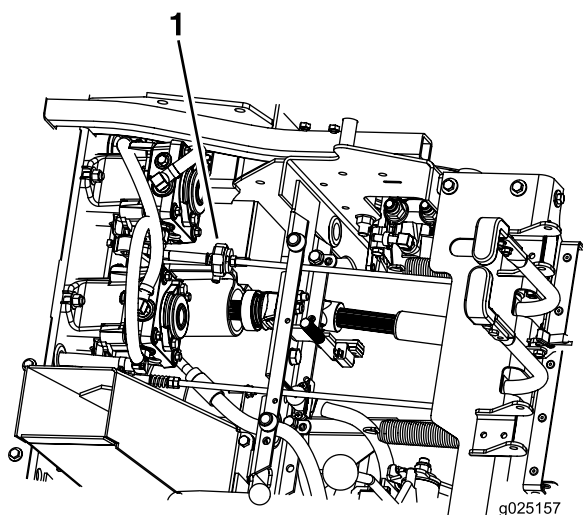

Figura 50
6. Verificate e assicuratevi che la macchina non proceda quando è in folle con il freno di stazionamento disinserito (Figura 50).